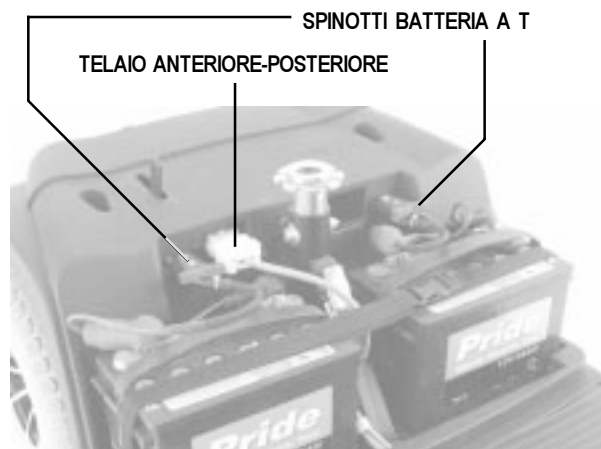

Figura 15. Collegamenti telaio
5. Scollegare i due spinotti a T della batteria. Vedere figura 15.
6. Scollegare il telaio anteriore-posteriore. Vedere figura 15.